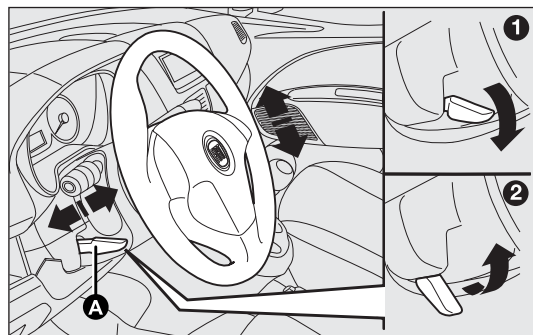

fig. 34
- ☐ desbloquee la palanca A-fig. 34 empujándola hacia adelante (posición 1);